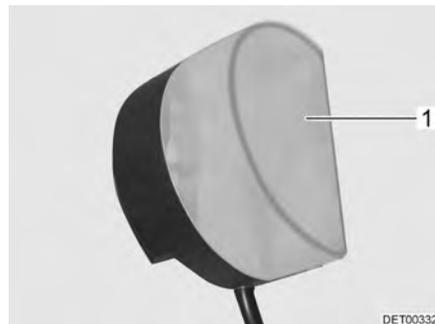

Fig. 207 Luci armadi guardaroba
- Comprimere leggermente e rimuovere la copertura della lampada (Fig. 207,1).